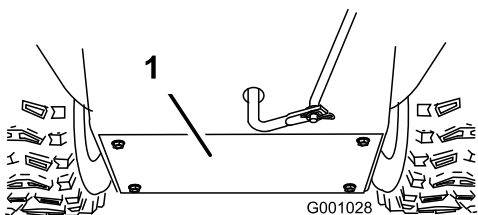

Figure 35
- Déposez le couvercle arrière (Figure 35).